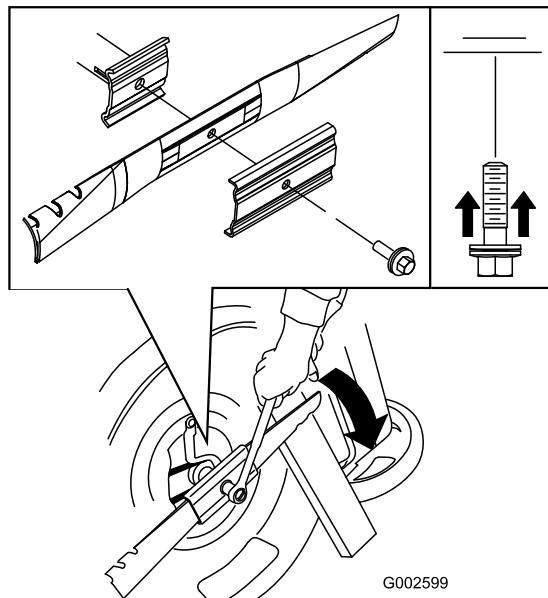

Figure 23
5. Montez une lame neuve (tournez le boulon de la lame dans le sens horaire) et toutes les fixations (Figure 23).